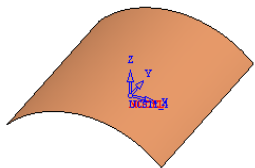

图 2-190 文件调入
1) 启动 Cimatron E9.0。启动 Cimatron E9.0，选择下拉菜单“文件”→“打开文件”命令，弹出“Cimatron Explorer”对话框，选择“exercise09nc.elt”（“随书光盘：\Chapter02\exercise09\uncompleted\exercise09nc.elt”）文件；单击 Load 按钮，完成文件调入，如图 2-190 所示。